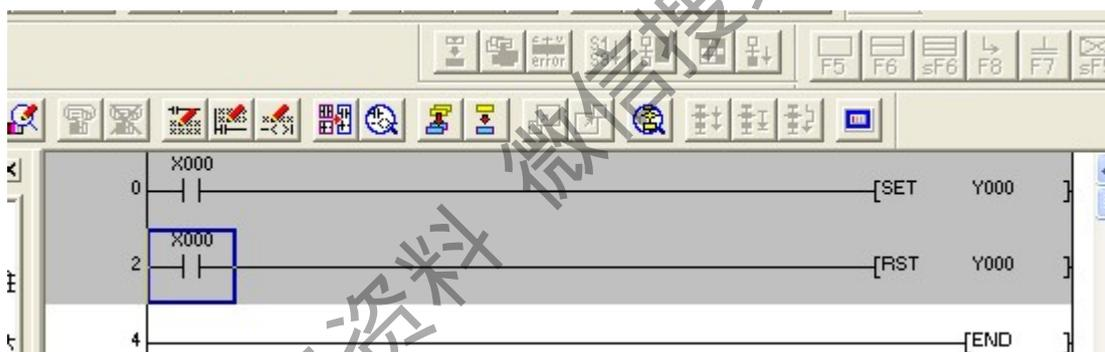

图 6-34 RST 电路编写
(3) 单击 符号编译写好的程序，转下图 6-34:
编写完毕转图 6-34 后用 PLC 学习机做实际测试。